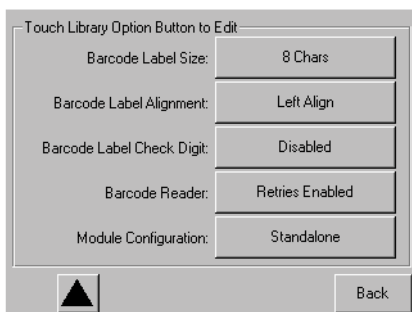

図3-3: [Module Configuration]選択画面
- ディスプレイの下部に[Module Configuration]メニュー オプションが表示されるまで、下向きの矢印 () を押します (図3-3を参照)。
4. ディスプレイの下部に[Module Configuration]メニュー オプションが表示されるまで、下向きの矢印 () を押します (図3-3を参照)。